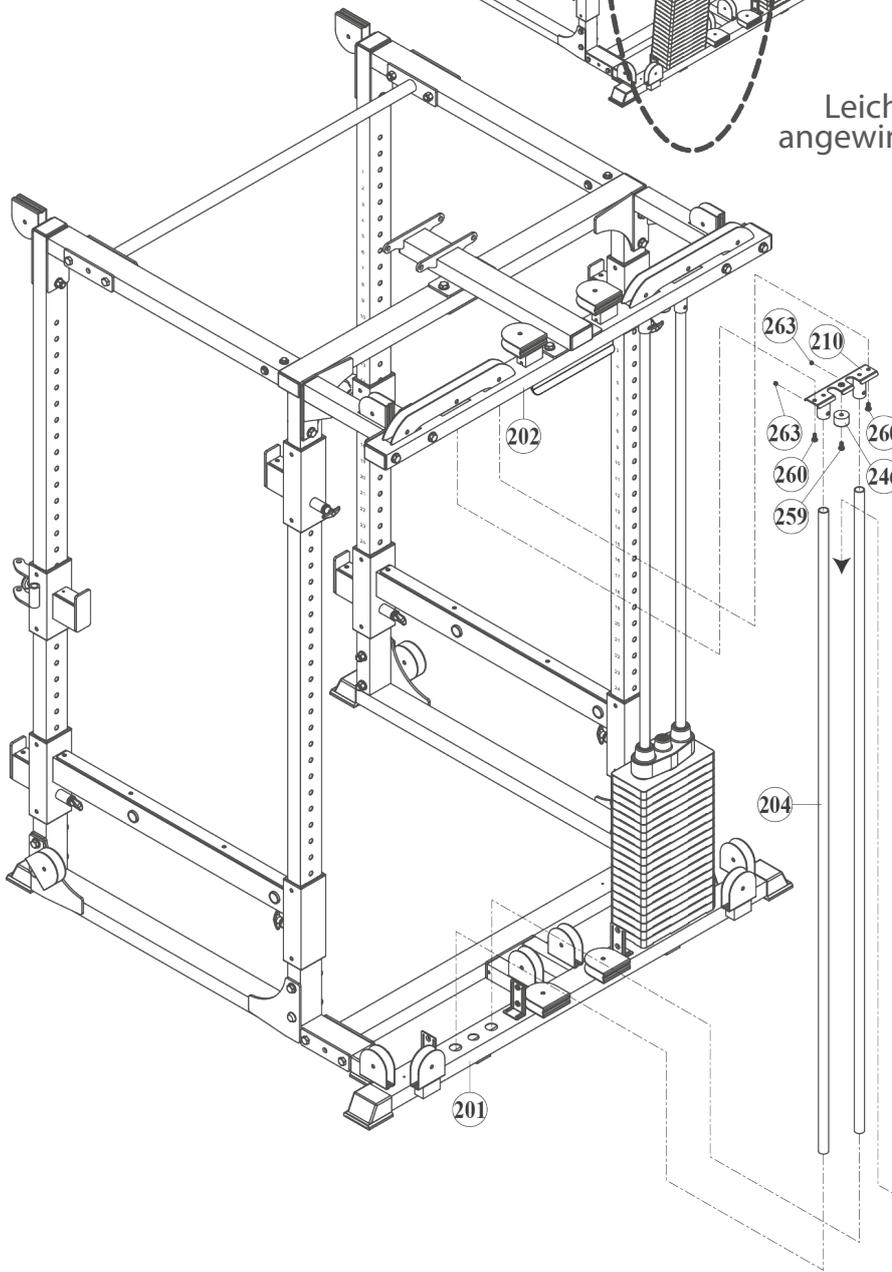

Abb. 1
- + Wenn Sie 19 Gewichtsplatten pro Gewichtsblock haben, sind die Abstandshalter (220) nicht zu montieren (Abb. 1 & 2).
1. Stecken Sie zwei Halterungen (248) in die jeweiligen Öffnungen an dem hinteren Standfuß (201).
2. Nur für 14 Gewichtsplatten: Schieben Sie jeweils einen Abstandshalter (220) auf jede Führungsstange (204) (Abb. 1). Montieren Sie nicht die Abstandshalter (220), wenn Sie 19 Gewichtsplatten haben (Abb. 2).
3. Schieben Sie jeweils einen Gummidämpfer (247) über die Führungsstangen (204) und schieben Sie dann die Führungsstangen (204) in die Halterungen (248).